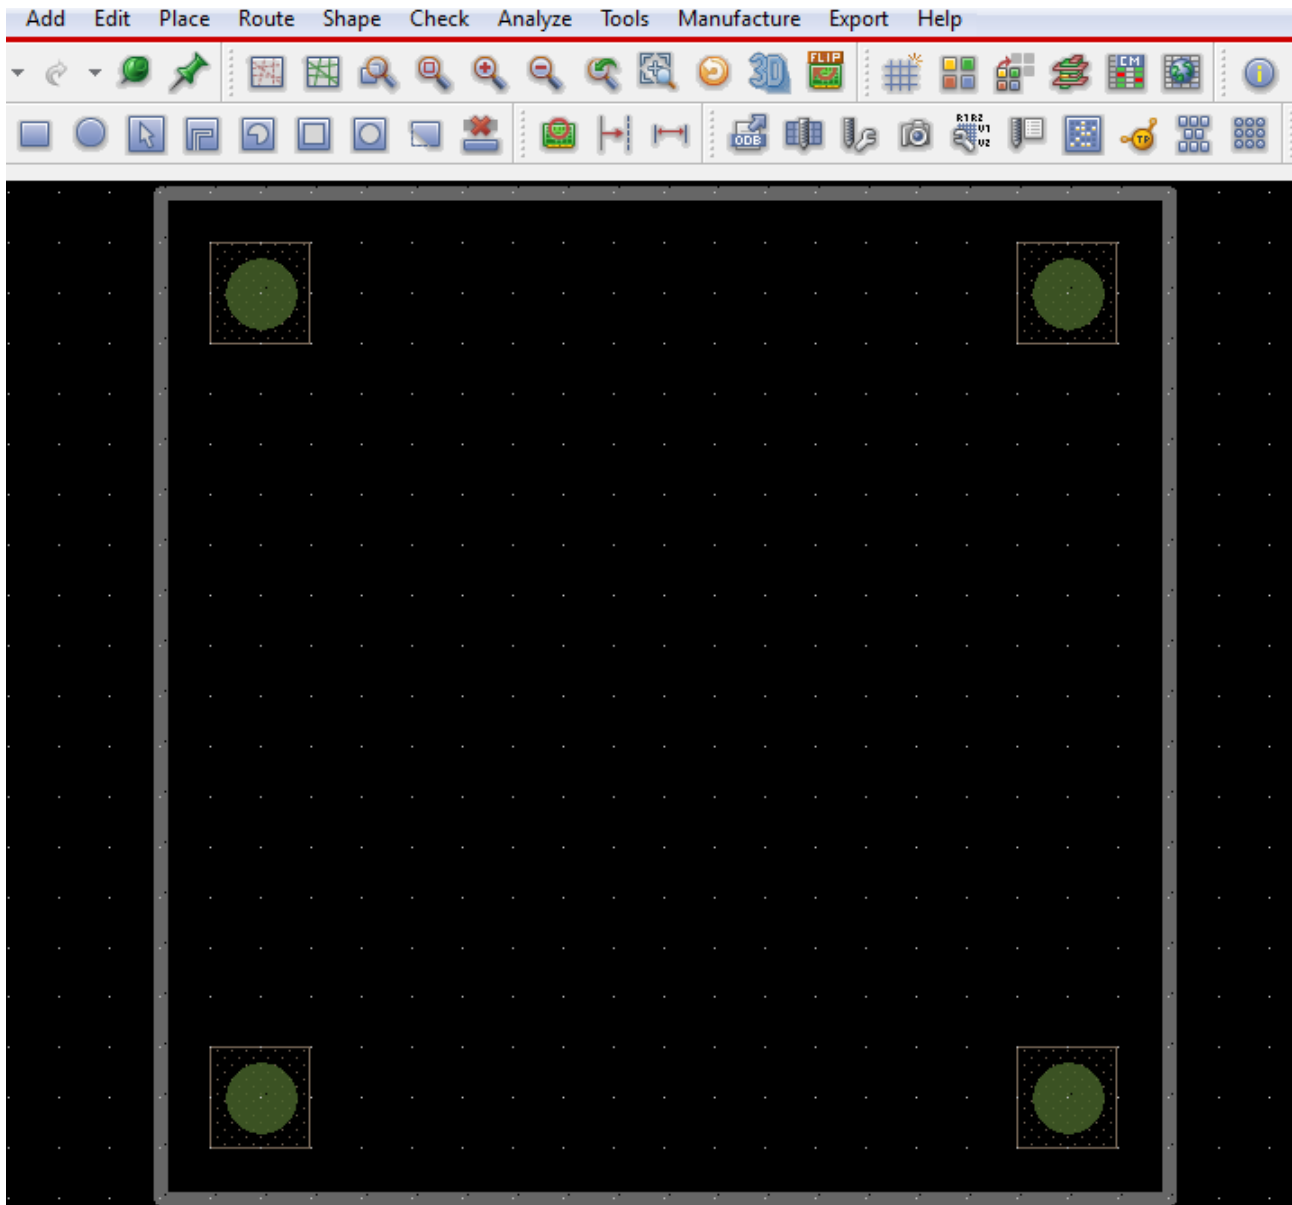

Рис. 21.18. Плата с монтажными отверстиями
12. Повторите шаги с 5 по 11, чтобы поместить механические символы на остальные три угла окна дизайна. Смотрите рисунок ниже (рис. 21.18).